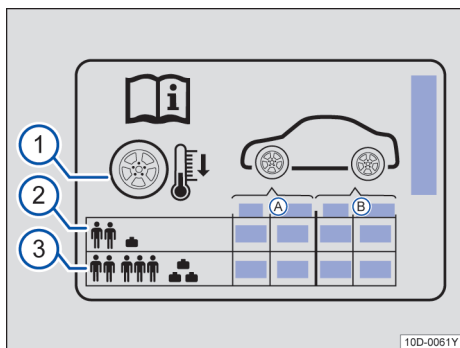

图 141 胎压标签上的图标
胎压标签上的数据 → 图 141：
- 在有效负荷较大时要相应地调整轮胎压力 → 图 141 ③。